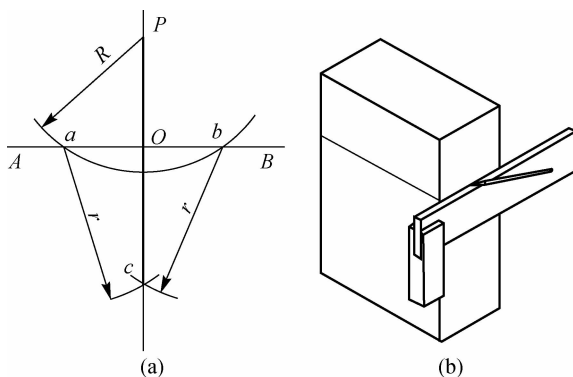

图 1-16 划垂直线
(1) 用作图法划垂直线。以被作垂线上某一已知点  $P$  为圆心, 以适当  $R$  为半径划弧, 与已知直线相交于两点  $a, b$ ; 以  $a, b$  为圆心, 以  $r$  为半径划弧, 两弧交于  $c$ ; 连接  $P, c$  与已知直线交于  $O$ ,  $PO$  即为所作垂线, 如图 1-16(a) 所示。
(2) 用直角尺划垂直线。在要求划与某一平面垂直的加工线时, 可用直角尺根据该平面来划出, 如图 1-16(b) 所示。